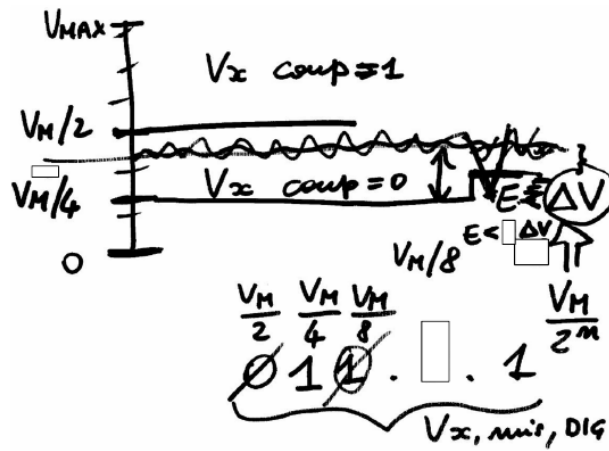

Figura 5.6: Grafico in cui possiamo vedere un esempio di errore di conversione.
**Il principale difetto** di questo strumento è che in presenza di rumore, se ho sfortuna, il SAR può mettere a 0 un bit che doveva lasciare a 1. Su quale bit pesa il rumore si vede da quanto è alto il massimo picco (o valore efficace) del rumore e qual è il  $\Delta V$  che sto confrontando (tipo  $V/8$  o  $V/4$ ). Un esempio di conversione scorretta è visibile in Figura 5.6.